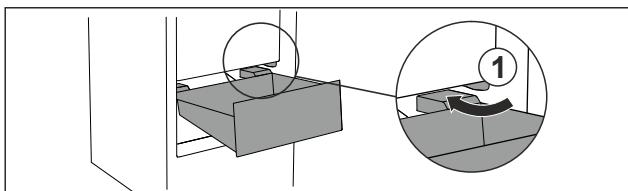

Fig. 98
- ▶ Prevedte zásuvku šikmo okolo zarážok Fig. 98 (1).